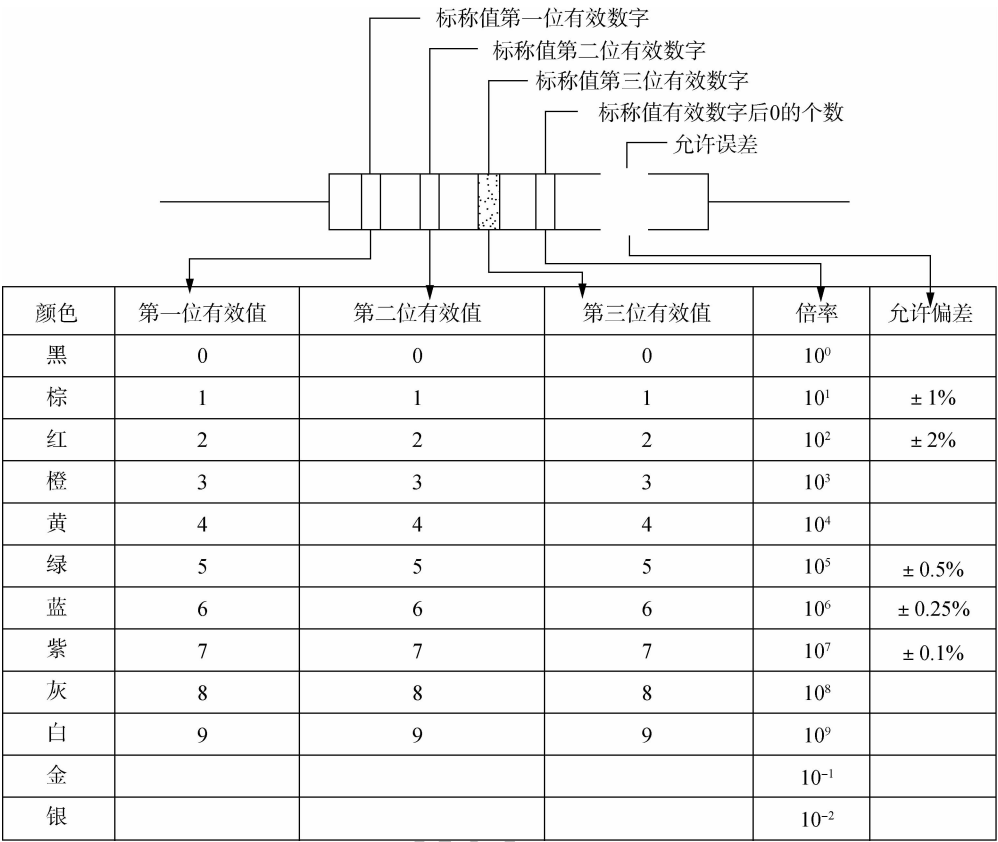

图 2-6 三位有效数字阻值的色环表示法
②色标法。色标法是将电阻器的类别及主要技术参数的数值用颜色(色环或色点)标注在它的外表面上。色标电阻(色环电阻)器可分为三环、四环、五环三种标法。其含义如图 2-5 和图 2-6 所示。